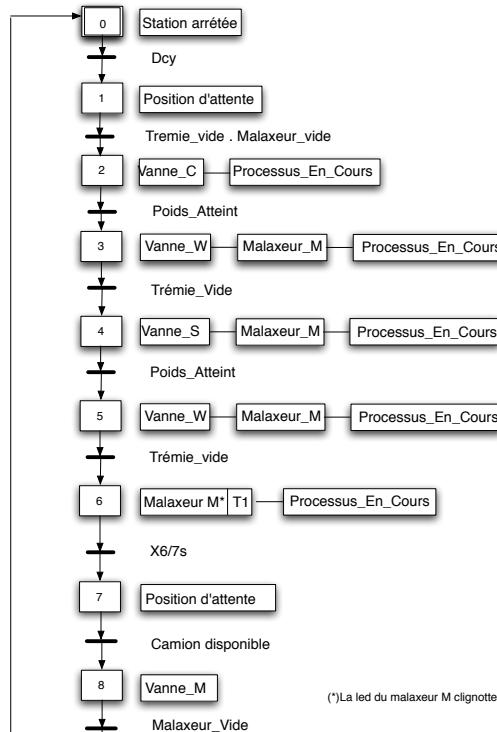

Figure 1: **Grafcet**
La maquette de Travaux Pratique modélise la fabrication de béton, par un dosage de sable et de ciment. Ce processus est modélisé par le **Grafcet** de la figure 1.
- Compléter le programme principal pour mettre en oeuvre le *Grafcet* intégralement (voir la figure 1).